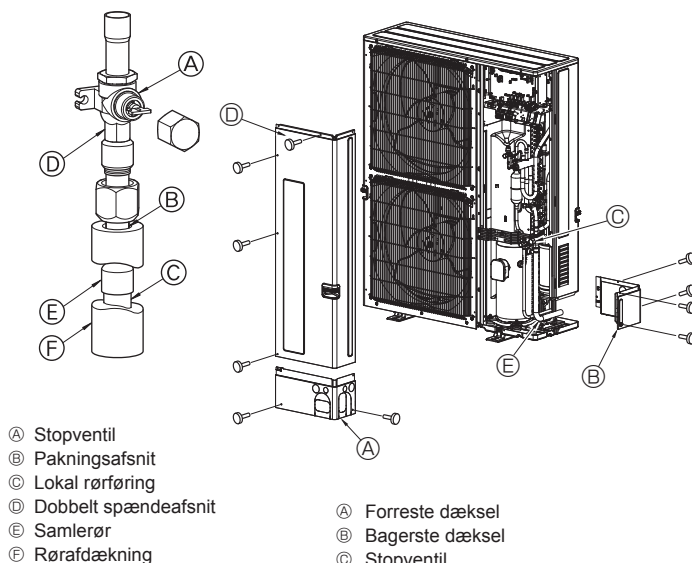

Fig. 4-3
③ Følg nedenstående procedure for tilslutning af rør på gassiden. (Fig. 4-3)